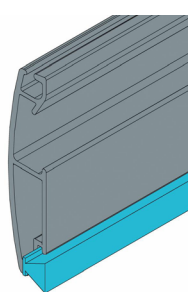

Fig. 15. Mise en place de la brosse **ISE18** dans la lame finale **M-ES12×57**
**Note** : le joint est installé dans une rainure inférieure de la lame finale s'il y a une pente ou un appui. Assembler le bouchon (fig. 15).